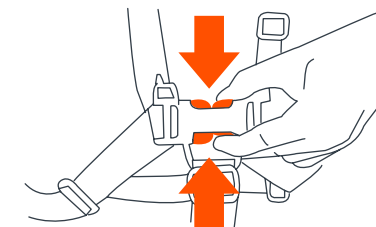

Fig. 14b
• Pour libérer la ceinture, appliquer une pression aux deux côtés de chaque boucle male jusqu'à ce que la boucle soit libéré (Fig. 14b). Ce processus exige un effort modéré afin d'empêcher une ouverture accidentelle par votre enfant.